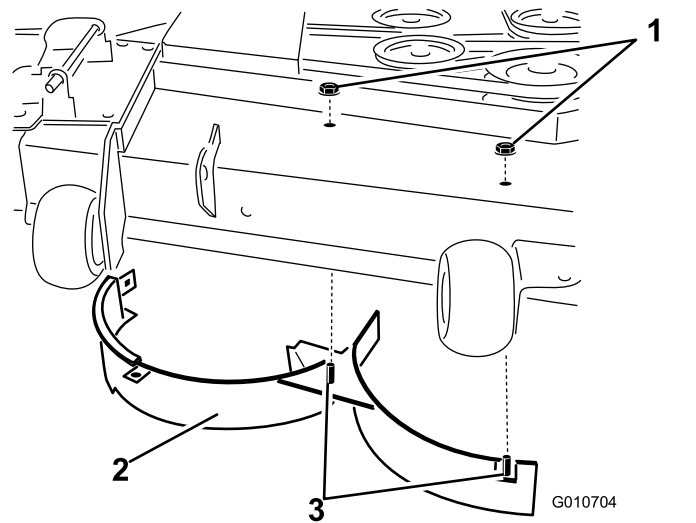

Figura 18
11. Rimuovete i 2 dadi di bloccaggio (5/16") che fissano i perni saldati del deflettore destro in posizione centrale e destra, sulla parte superiore del piatto di taglio (Figura 18).
12. Rimuovete il bullone a testa tonda e il dado di bloccaggio fissati sul deflettore destro sulla parte superiore del piatto di taglio e rimuovete il deflettore destro dal piatto di taglio (Figura 18).